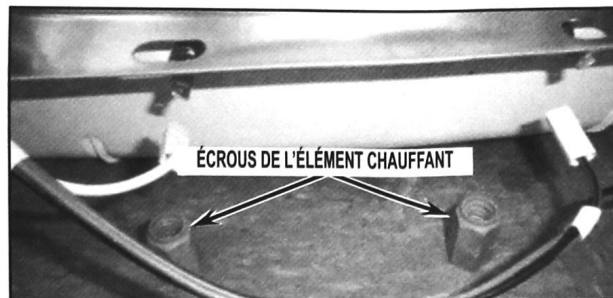

FIGURE 2
8. Enlever les écrous de l'élément chauffant à l'aide d'une douille de 3/4 po. Voir la *Figure 2*.